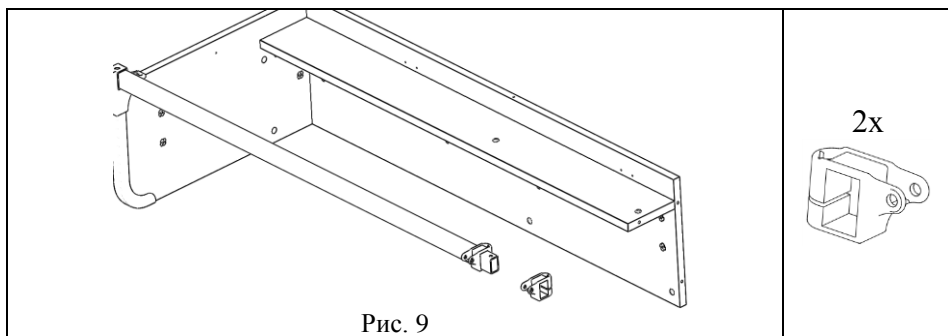

Рис. 9
5.1.6. К сборке по п. 5.1.5 вставить в опору трубу СУТ.42.131. Основание шарнира (поз.1, пакет № 149) согласно рис. 9